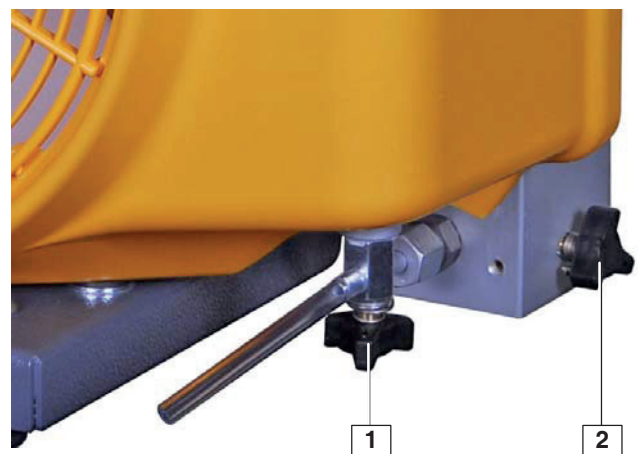

Рис. 12 Краны слива конденсата
- Проверьте, чтобы кран слива конденсата (1, рис. 12) промежуточного сепаратора был открыт. У бензинового двигателя дополнительно должен быть открыт кран слива конденсата (2, рис. 12) конечного сепаратора.
5. Закройте кран слива конденсата (1, рис. 12) промежуточного сепаратора (у бензинового двигателя дополнительно кран слива конденсата конечного сепаратора (2, рис. 12)).
Незадолго до выключения установки конечный сепаратор необходимо быстро опорожнить (не полностью!) посредством открывания крана слива конденсата (2, рис. 12).
9. Откройте кран слива конденсата (1, рис. 12) промежуточного сепаратора. После этого установка снова готова к пуску и заправке.
2. Выпустите конденсат. Откройте краны слива конденсата (1 и 2, рис. 12), быстро опорожните (не полностью) и затем снова закройте краны.